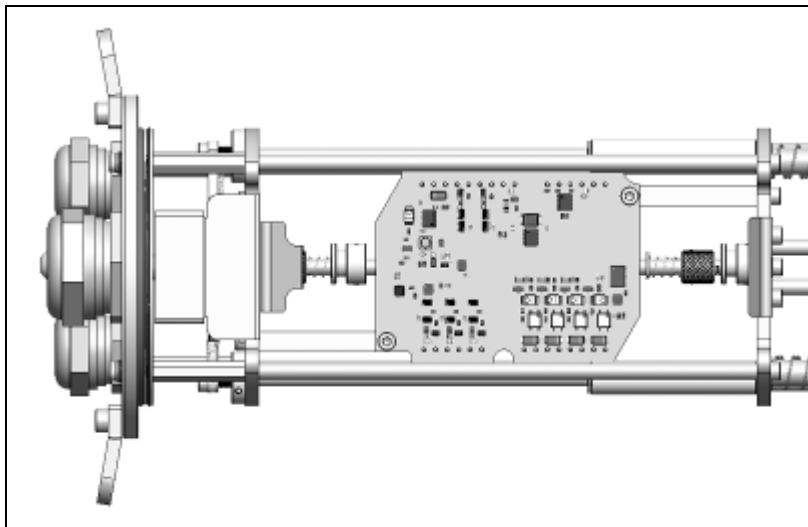

Abbildung 44: Einbau des Industrie-PIF (Ansicht von oben)
5. Fixieren Sie das Industrie-PIF mit den dafür vorgesehenen Schrauben (M3x5), wie in **Abbildung 44** dargestellt.